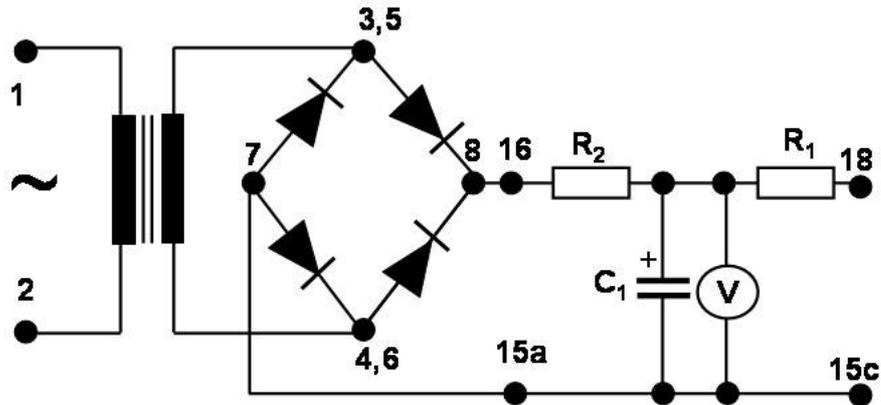

Abb.6 Messaufbau zur Bestimmung der Entladekurve des Kondensators
Um einen Kondensator aufladen zu können, benötigt man eine Gleichspannung, die mittels einer Brückenschaltung von Gleichrichterdioden aus der angelegten Wechselspannung erzeugt wird. (Abb. 6)
Zum Aufladen des Kondensators wird der Gleichrichterausgang ((8) und (7)) mit der Widerstands-Kondensatorkombination ( $R_1$ ,  $R_2$  und  $C_1$ ) gemäß Abb.6 verbunden. Achten Sie darauf, dass der Kondensator einen vorgeschriebenen Pluspol besitzt.